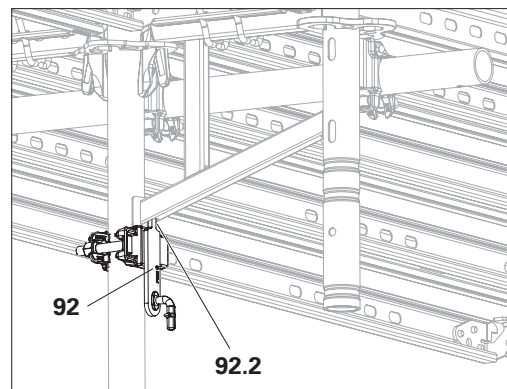

Fig. A6.09
1. Montare il giunto per parapetto EPW (**92**) con il nasello (**92.2**) rivolto verso l'alto. Il nasello deve agganciarsi al puntone della mensola. (Fig. A6.09)